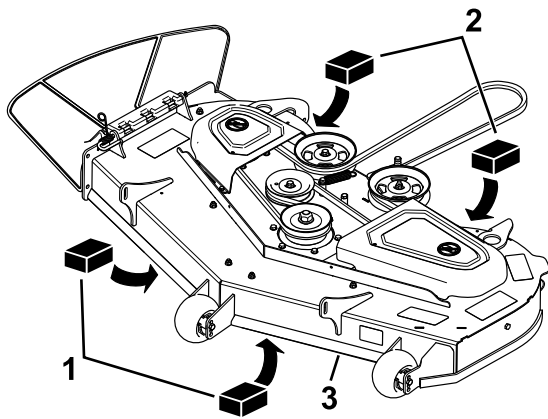

Bild 76
- Stellen Sie zwei Klötze mit einer Dicke von 6,6 cm unter jede Seite der Vorderkante des Mähwerks, jedoch nicht unter die Halterungen der Antiskalpierrolle (**Bild 76**).
- Stellen Sie zwei Klötze mit einer Dicke von 7,3 cm unter die hintere Ecke der Mähwerkbleiste, 1 unter jede Seite des Mähwerks (**Bild 76**).